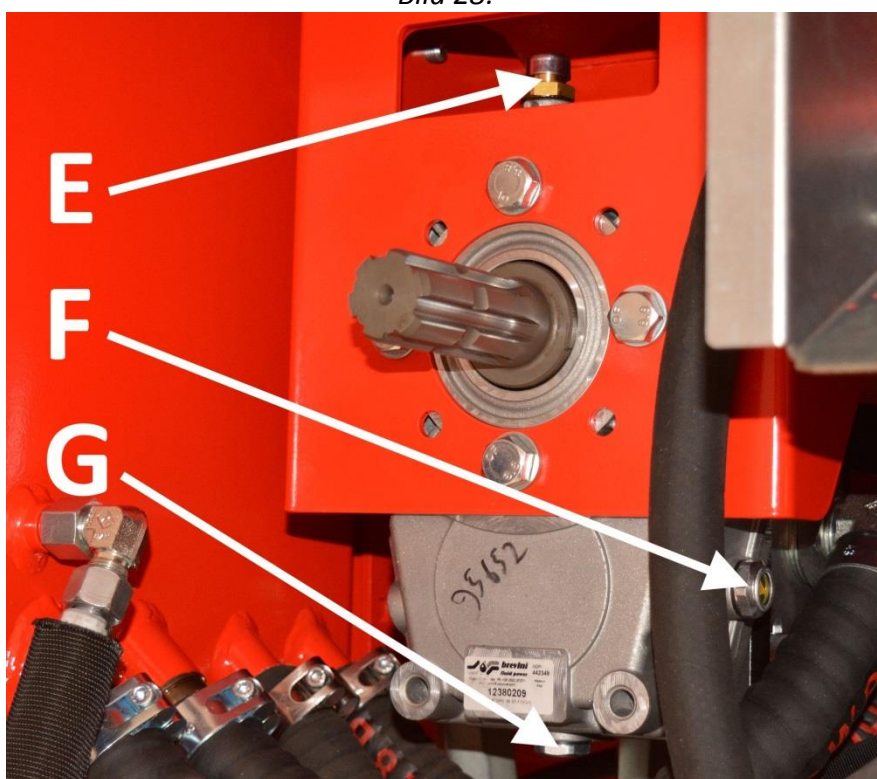

Bild 29.
3. Avlägsna tömproppen G på bild 29 och tappa oljan i ett lämpligt kärl.
4. Stäng proppen G och öppna påfyllningskorken E på bild 29.
Du kan kontrollera mängden olja genom nivåglaset F på bild 29.